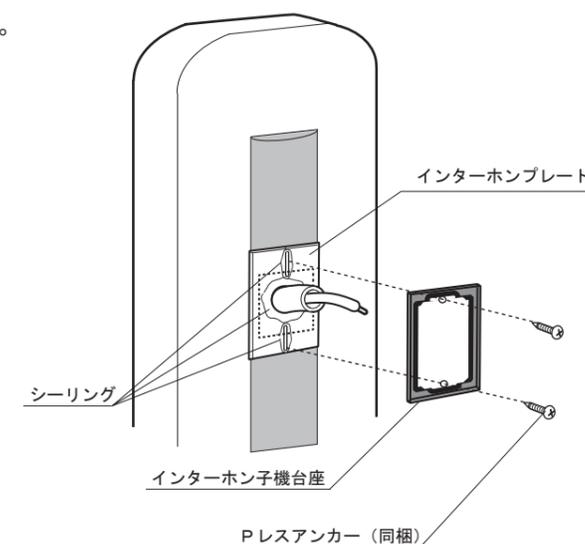

図 3
5. 図3の様にインターホン子機台座を取り付けた後もCD管周り、インターホン子機台座内側を必ずシーリングしてください。